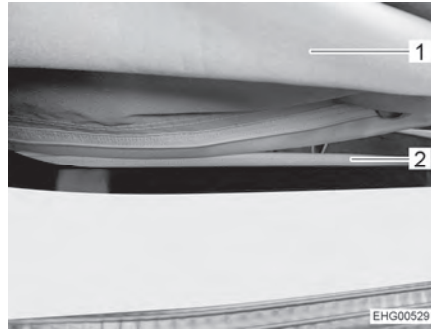

Bild 59 Reißverschluss
- Reißverschluss (Bild 59,2) an der Unterseite des Faltenbalgs (Bild 59,1) vollständig öffnen.